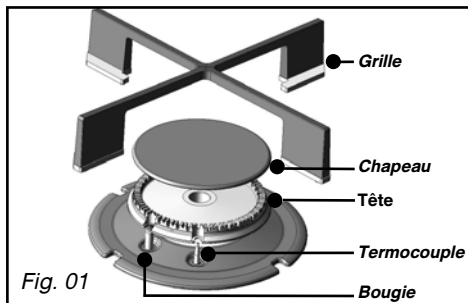

Fig. 01
– **Raccordement avec un tube flexible métallique** (inox) **onduleux à embouts mécaniques** vissables (conforme à la norme NF D 36-125) dont la durée de vie est illimitée (Fig. 01).
- Retirez les grilles, les chapeaux, et les têtes de tous les brûleurs (Fig. 01).
— Sélectionnez la touche . Tout en maintenant le doigt appuyé sur cette touche, appuyez sur la touche  (Fig. 01).